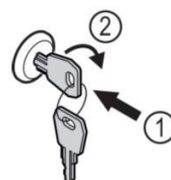

Fig. 102
- ▮ Sleutel erin duwen Fig. 102 (1).
- ▮ Sleutel 90° rechtsom draaien Fig. 102 (2).